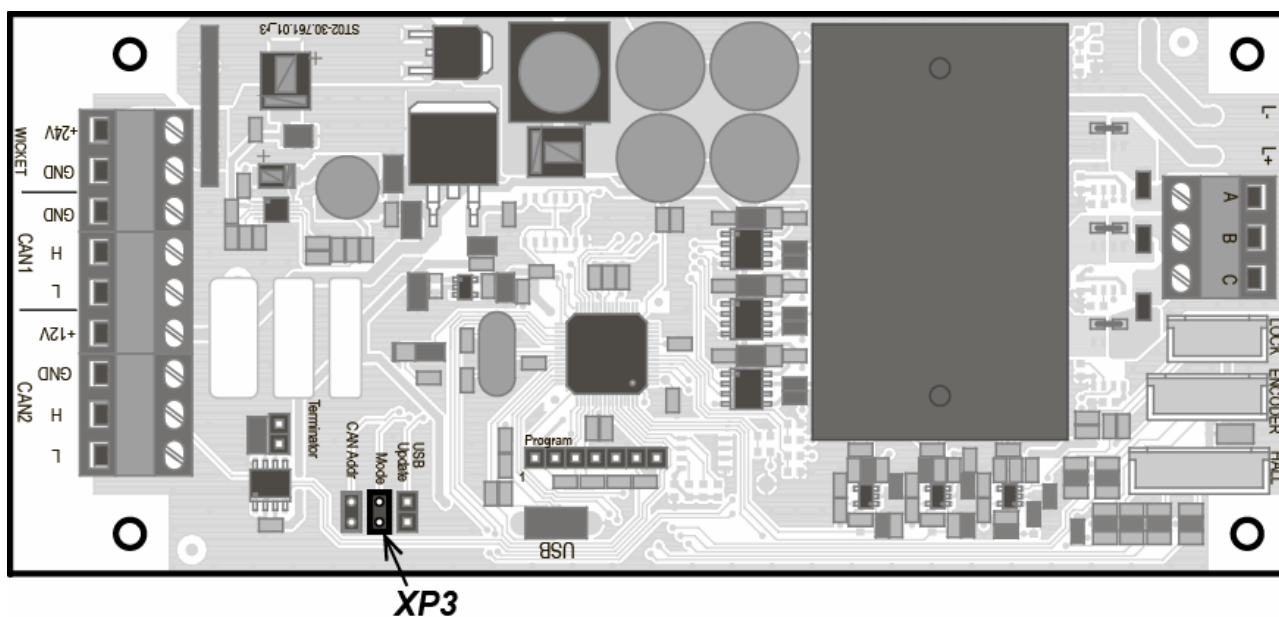

Рисунок 30. Плата электропривода
6. На плате электропривода для данной створки установите джампер из комплекта поставки на разъем *XP3 «Mode»* (см. рис. 30):